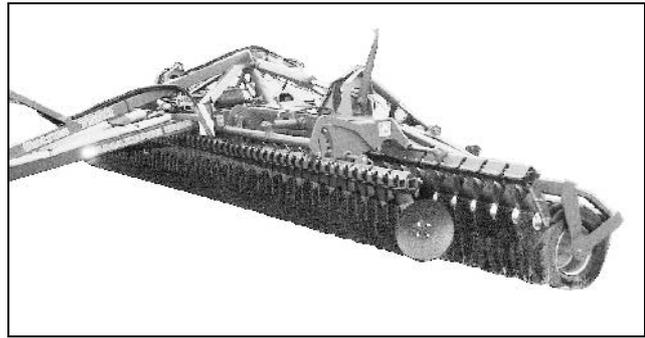

Fig. 21
- Subir la máquina hasta el tope Posición zona de retorno! (Fig. 21)